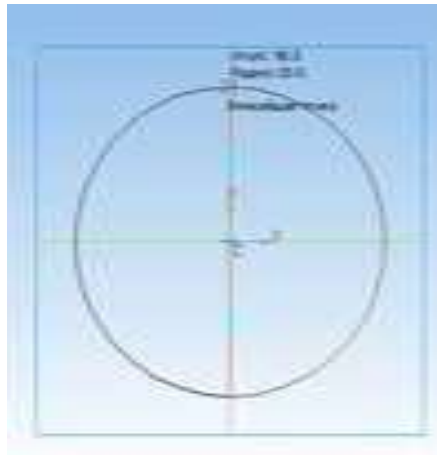

Рисунок 15.5 – Указание точки с помощью привязки Ближайшая точка
8. Укажите верхнюю точку осевой линии (сработает глобальная привязка **Ближайшая точка** (рисунок 15.5)).